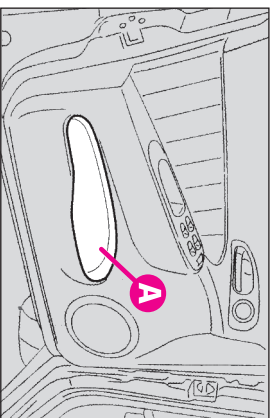

fig. 153
SPĂȚII DEPOZITARE ȘI COMPARTIMENTE DE PE UȘILE DIN FAȚĂ (fig. 153)
- din afara vehiculului cu telecomanda -dinăuntru vehiculului apăsând butonul (A-fig. 153).